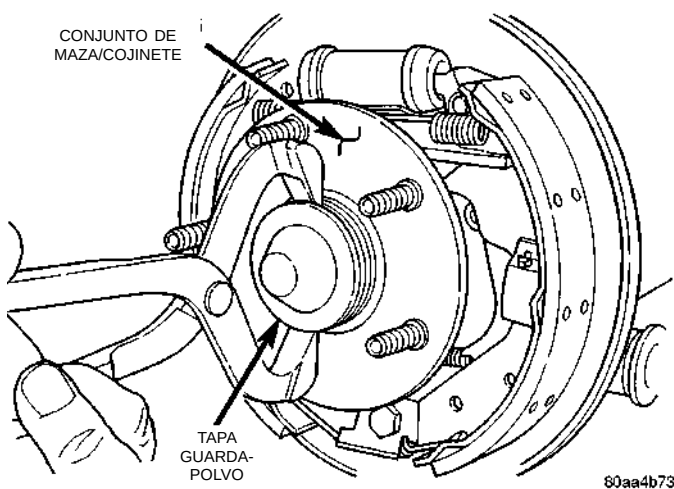

Fig. 98 Tapa guardapolvo del conjunto de maza/cojinete trasero
(4) Retire la tapa guardapolvo (Fig. 98) del conjunto de maza/cojinete trasero.